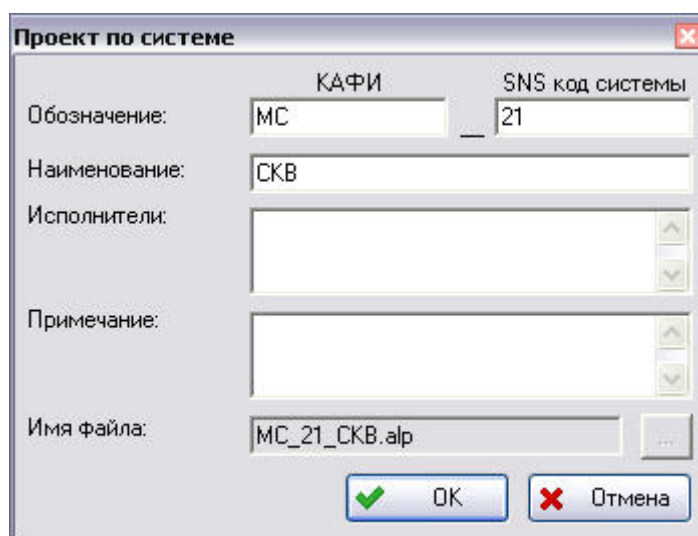

Рис. 1-6
2. В появившемся окне **Проект по системе** введите параметры создаваемого проекта, как показано на рис. 1-6: